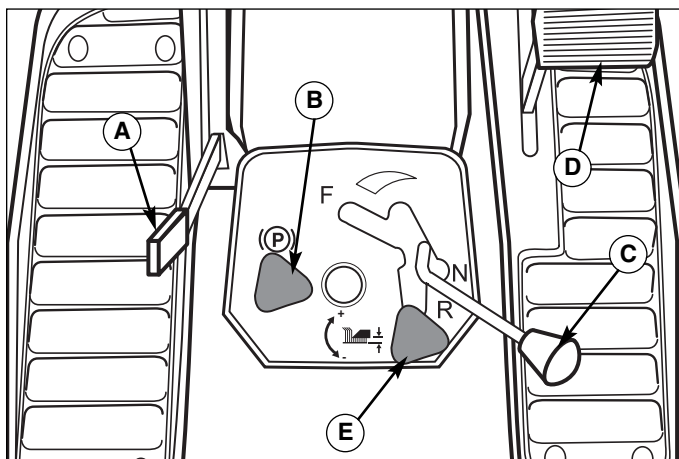

Figura 27. Controles
4. Use el control Dial-A-Cut™ (E, Figura 27) y coloque el cortacésped en la posición de corte medio al alinear el borde delantero de la palanca elevadora del cortacésped (A) con el número 2 ó 3 de la escala de cuadrante.